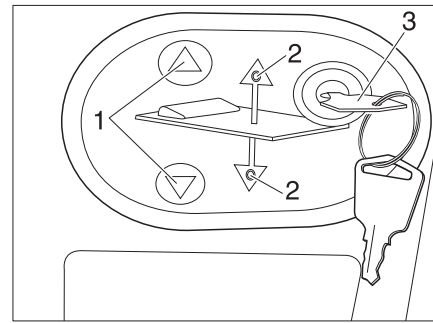

Bild 131 Bedienpanel für elektrisches Hubbett
- Schlüssel (Bild 131,3) in das Bedienpanel stecken.
- Auf Taste  oder  (Bild 131,1) drücken und gedrückt halten. Die jeweilige LED (Bild 131,2) leuchtet und das Hubbett senkt oder hebt sich.
- Wenn die gewünschte Position erreicht ist, Taste  oder  (Bild 131,1) wieder loslassen. Die jeweilige LED (Bild 131,2) erlischt.
- Schlüssel (Bild 131,3) abziehen.